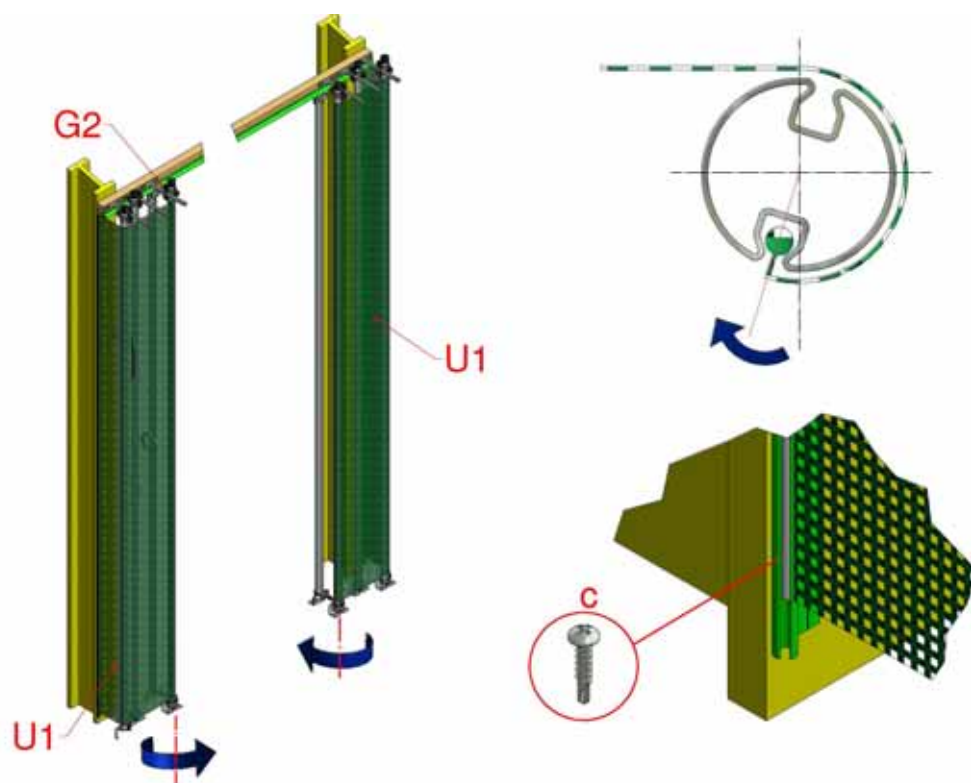

Abbildung 24: Endabdeckungen
4.15 Nach Abschluss der Einstellungen am Elektromotor, einschließlich der Endschalter, müssen die äußeren Endabdeckungen (U1) montiert werden, siehe Abbildung 24. Montieren Sie die vorher zugeschnittenen, zusätzlichen Führungsrohre (Abschnitt 4.12) mit den Kreuzklemmen (G2).